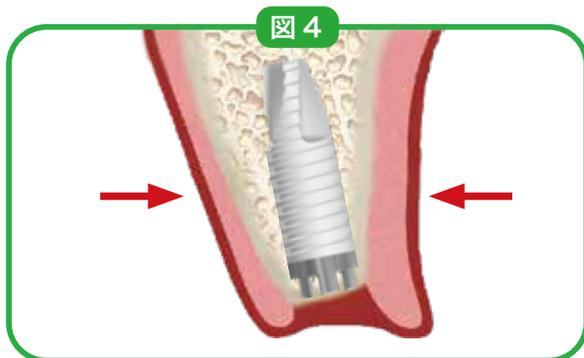

図4
- 歯槽骨の吸収が認められる場合はナロータイプ（◆ 3.25 mm D）を選択します（図4）。ただし、◆ 3.25mmD インプラントの臼歯部への使用は避けてください。